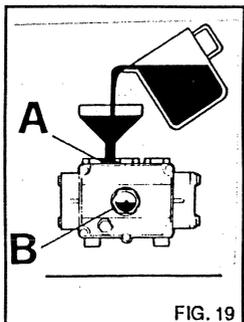

FIG. 19
3) Visser le bouchon de vidange et remplir avec de l'huile à partir de la goulotte de refoulement (fig. 19A) jusqu'au niveau indiqué sur le témoin (fig. 19 B).